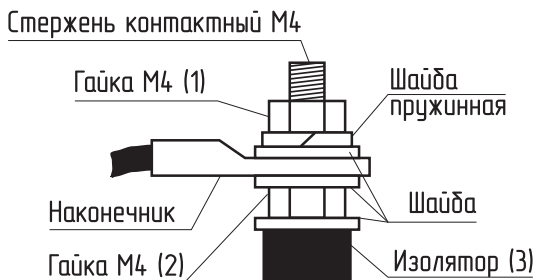

Рис. 7 Присоединение проводов к выводам блок ТЭН
- Гаек на контактных стержнях ТЭН с усилием 1,8 Нм (см. **Рис. 7**);
- При замене блока ТЭН присоединение фазных проводов к выводам блока ТЭН производить согласно **Рис. 7**. Сечение кабеля указано в **Табл. 2**;
- Провод нейтрали «N» подключить на перемычку блока ТЭН (**Рис. 7**).